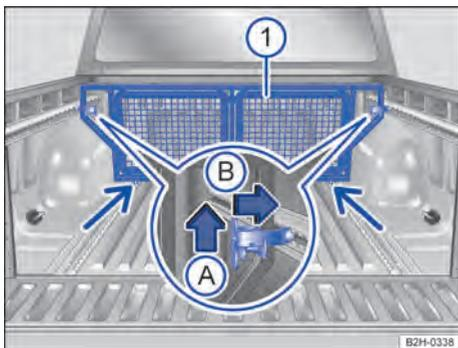

Fig. 129 No compartimento de carga: instalar o divisor do compartimento de carga.
- Levantar cuidadosamente o divisor do compartimento de carga → Fig. 129 ① até a posição de instalação desejada → ②.
- Inserir o divisor do compartimento de carga nos trilhos de amarração inferiores → Fig. 129 (setas finas).
- Puxar a alavanca de travamento para cima → Fig. 129 (seta A) e pressionar até o batente para fora (seta B).